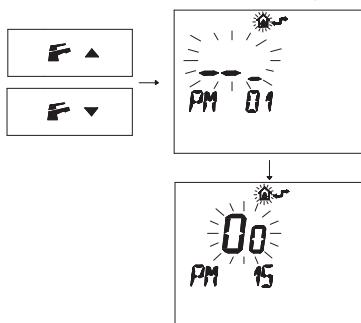

Рисунок 5.25
- Нажмите кнопку  или  , чтобы вывести на дисплей параметр "PM15" для активации внешнего датчика (Рисунок 5.25).